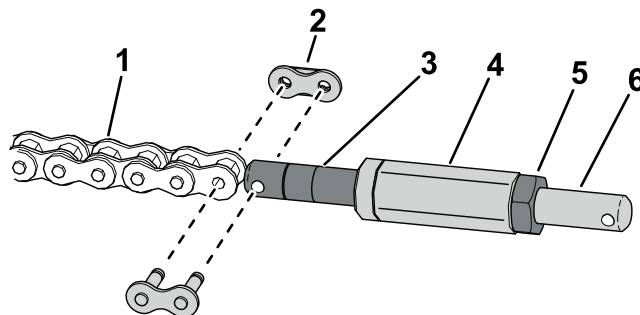

**Figura 12**
4. Utilizzate un perno a bandiera e una vite a testa esagonale per fissare il fermo della ruota al gruppo rampa (Figura 12)